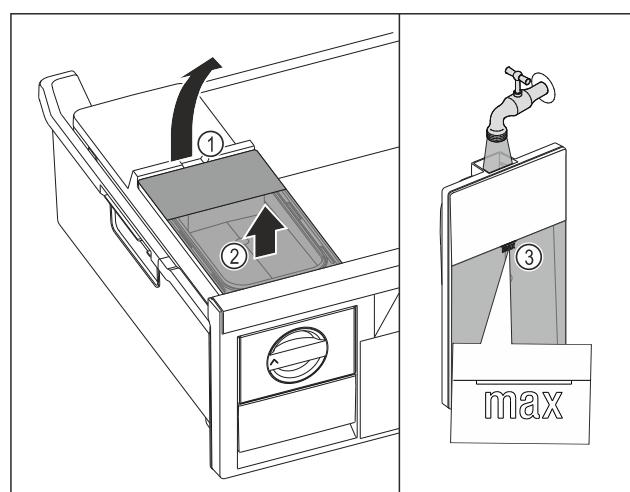

Fig. 121
- Поднимите бак для воды за выемку Fig. 121 (1).
- Извлеките бак для воды движением вверх. Fig. 121 (2)
- Наполните бак для воды питьевой водой до отметки Fig. 121 (3).